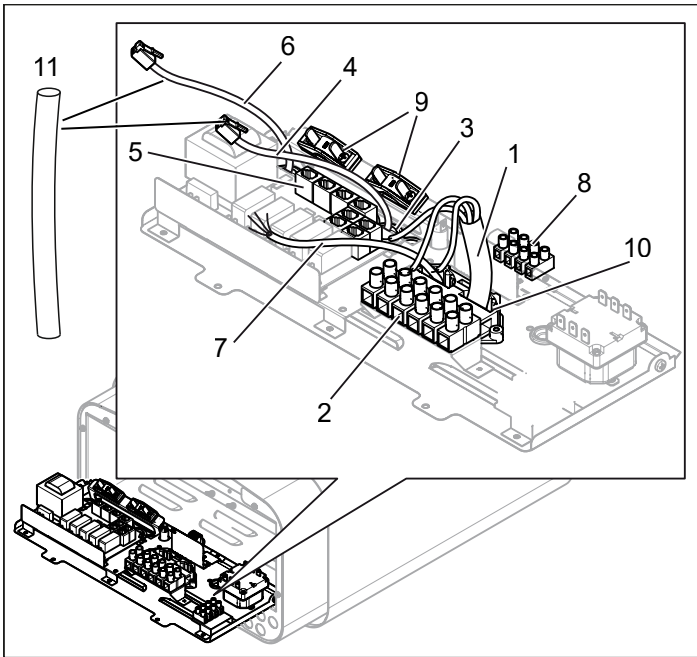
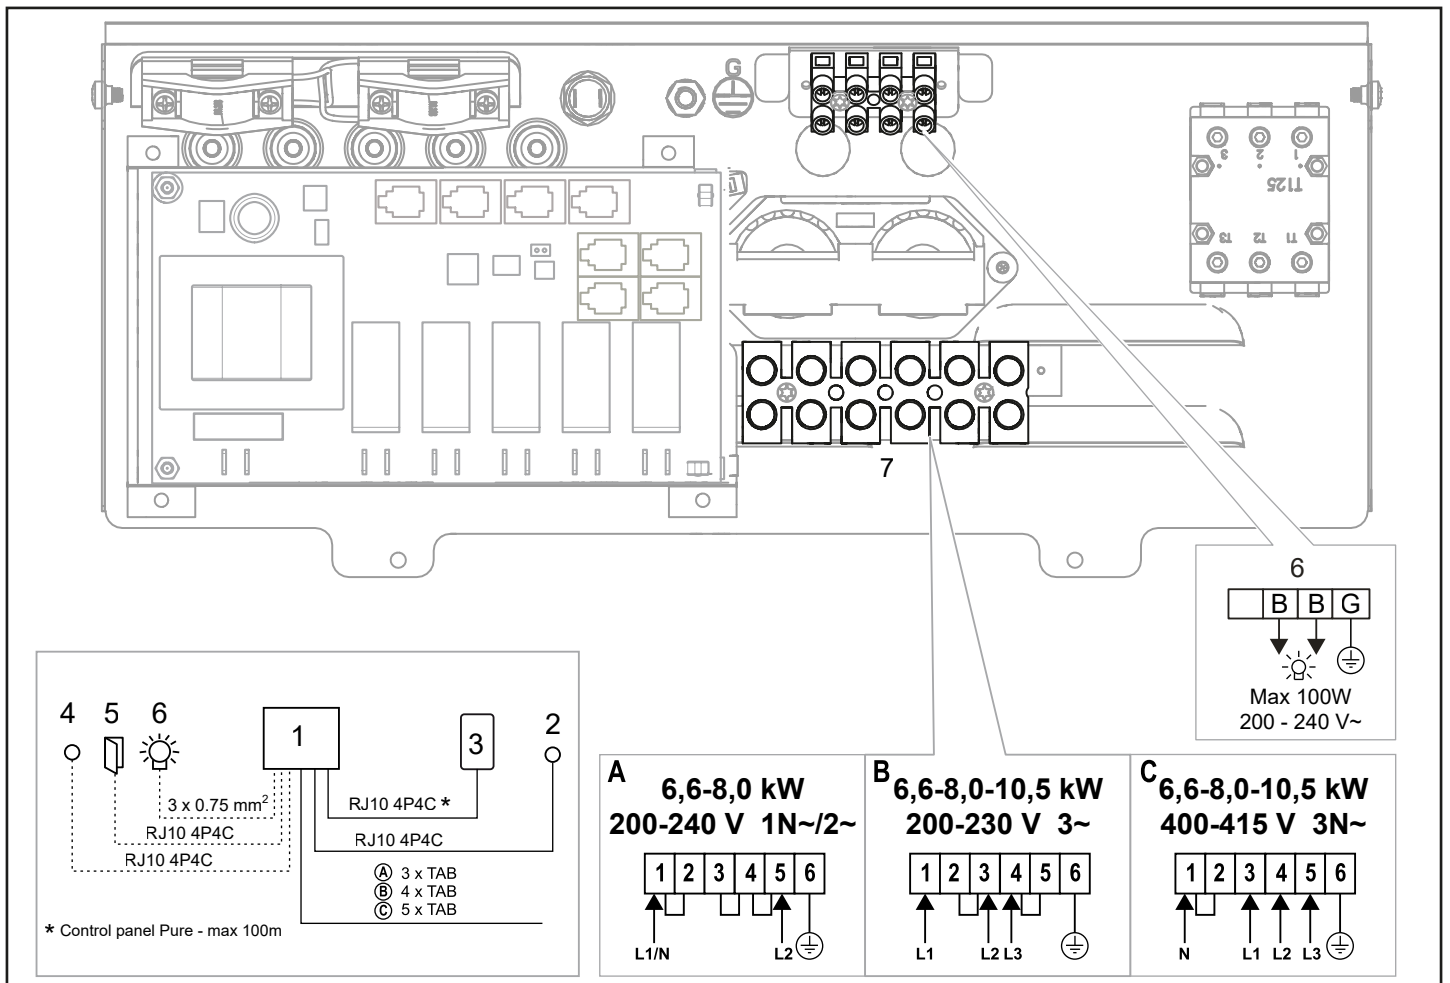
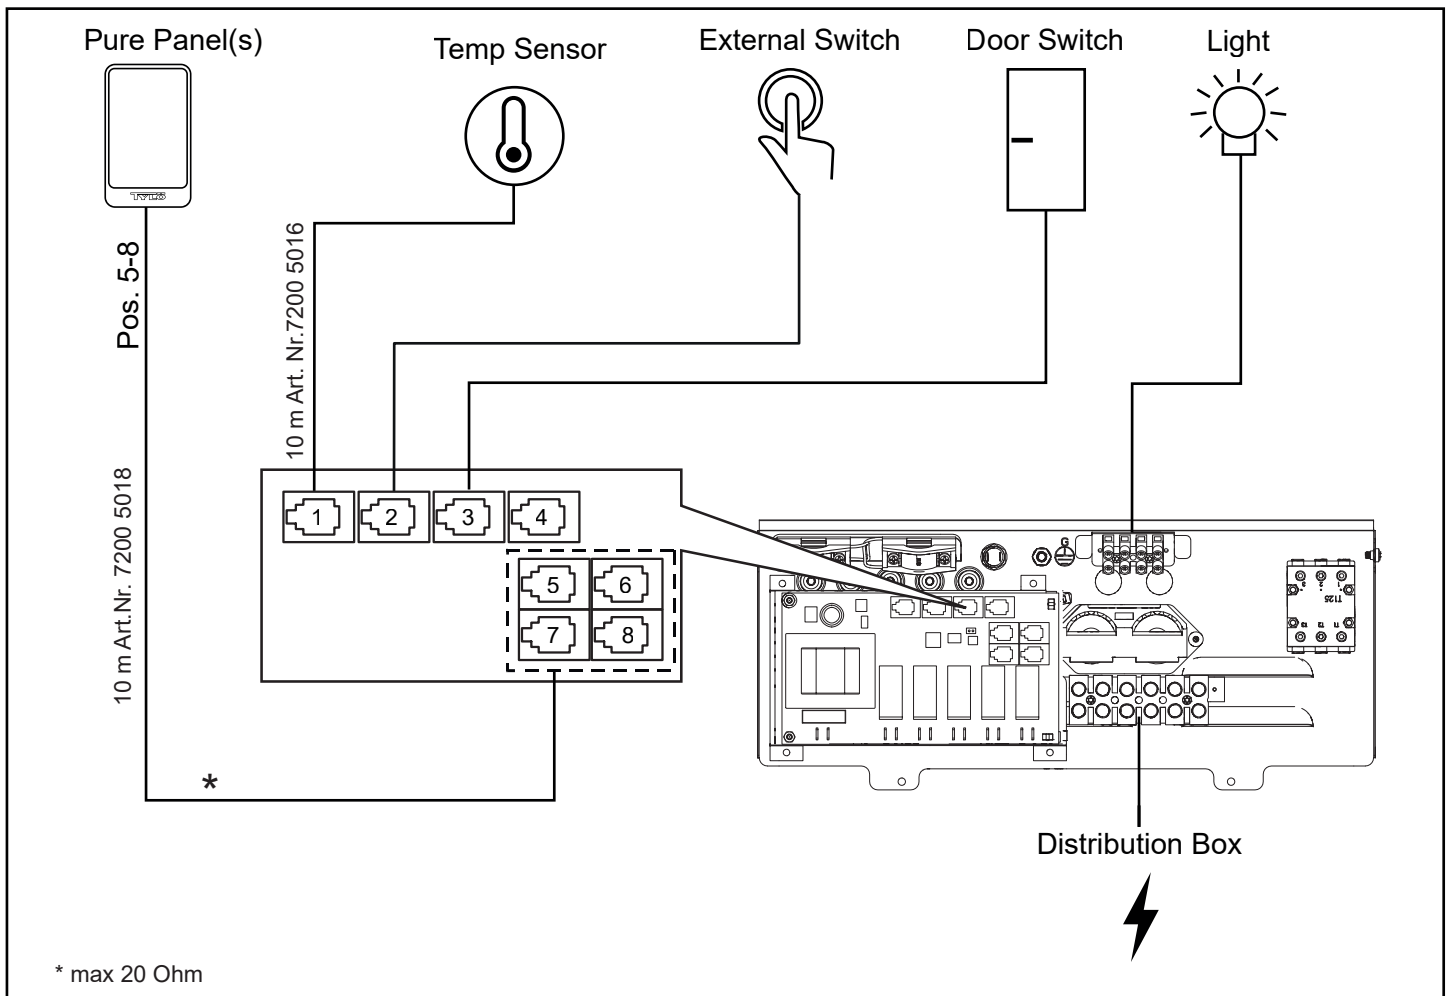

Abb. 9: Platine
Abb. 17: Schaltplan
Abb. 18. Schaltplan Sense Pure
3. Schließen Sie das Stromkabel (siehe Abb. 9) gemäß dem Schaltplan (siehe Abb. 17).
- Ziehen Sie die Kabel für die Steuerung und den Temperatursensor durch die Kabeldurchführungen (siehe Abb. 9). Schließen Sie das Kabel der Steuerung (siehe Abb. 18) an eine der vier RS485-Buchsen (Position 5-8).
- Schließen Sie das Kabel des Sensors an die NTC-Buchse der Platine (Position 1) (siehe Abb. 18).
- Schließen Sie gegebenenfalls das Kabel für die Beleuchtung, siehe Abb. 9, gemäß dem Schaltplan, siehe Abb. 17.
Bei Anschluss an Spannungen oder Phasen, die nicht im Schaltplan Abb. 17 verzeichnet sind, wenden Sie sich an den Työ-Kundenservice.